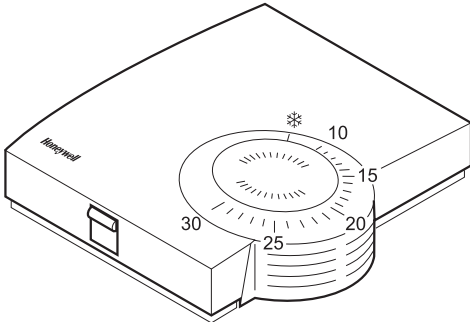

Fig. 15: HCW 80 : Réglage de la consigne en °C
- Sélectionnez le point de consigne désiré en tournant le bouton (voir Fig. 15).
- Vérifiez que le bouton de réglage soit dans la position indiquée Fig. 15.